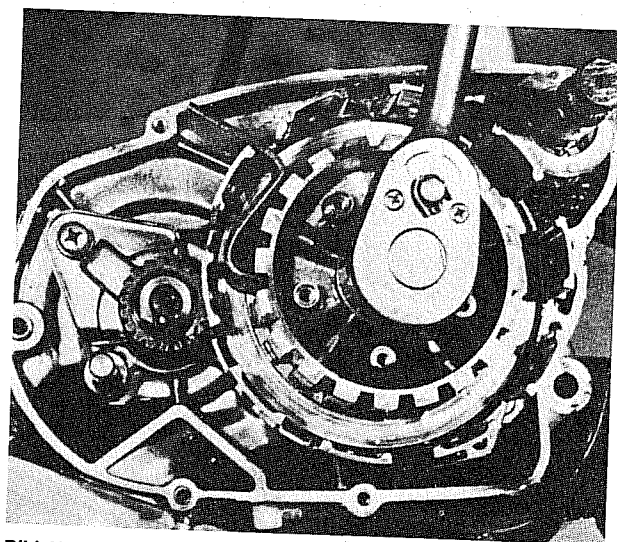

Bild 42
- Um die zentrale Sechskantmutter der Kupplungs-nabe zu lösen, wird man zuerst die Kurbelwelle und dann Kupplungsnabe und -trommel gegen Verdrehen sichern müssen. Um die Kurbelwelle festzuhalten, schiebt man durch das Pleuelauge einen im Durchmesser ungefähr passenden Dorn und stützt ihn mit zwei Holzklötzen links und rechts auf dem Kurbelgehäuse ab. Zum Festhalten von Kupplungsnabe und -trommel gibt es ein Spe-zialwerkzeug (Nr. 90890-01022). Wenn dieses nicht verfügbar ist, machen Sie sich einen ein-fachen Festhalter aus Flacheisen von etwa 5 bis 6 mm Dicke, das ca. 25 mm breit und 200 mm lang sein sollte. Wenn Sie es, wie im Bild 42 dargestellt, Z-förmig biegen und in eine Nut der Nabe eingrei-fen lassen (Vorsicht, die äussere Trommel nicht sehr belasten, die Segmente brechen leicht!), kön-nen Sie nach dem Herunterbiegen der Blechsiche-rung die zentrale Mutter mit einem guten Schlüs-sel lösen und mitsamt der Scheibe entfernen.